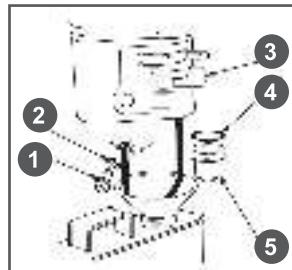

Рис. 22 Обслуживание фильтра-отстойника
1. Установите рычаг топливного крана 3 в положение «ЗАКРЫТО» (Рис. 22).
3. Открутите болт 1 сливного отверстия и слейте топливо из поплавковой камеры карбюратора (Рис. 22).
4. Открутите стакан отстойника 5, вылейте из него топливо в заранее подготовленную емкость (Рис. 22).
- Слейте топливо из топливного бака и карбюратора (Рис. 22).